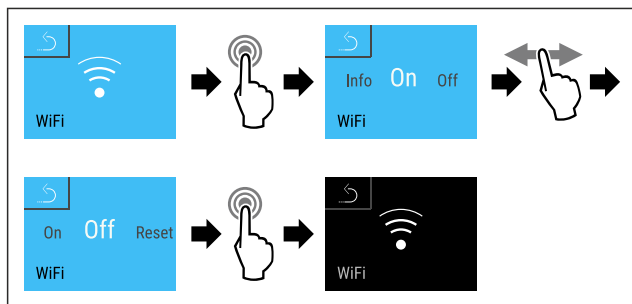

Fig. 120
- ▶ Suivre les étapes (voir Fig. 120) .